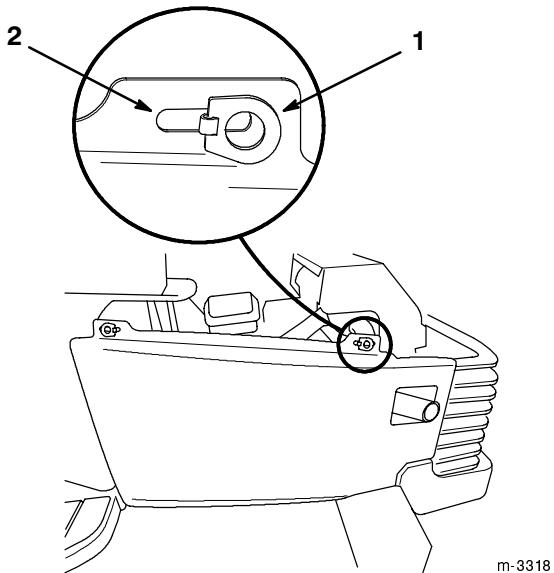

Figure 3
- Soulever les deux anneaux de verrouillage du panneau et les faire pivoter d'un quart de tour (90°) pour qu'ils puissent passer dans la fente (Fig. 3).